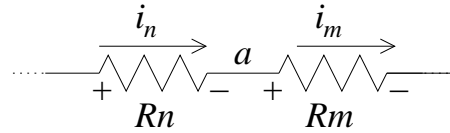

Figura 1.15: Corriente en una rama,  $i_n = i_m$
*Corriente en una rama:* por una misma rama circula una sola corriente. Véase la Figura 1.15 (los dos resistores mostrados decimos que están en *serie*). El nodo  $a$  tiene solamente dos elementos conectados (es una rama). La LCK en el nodo  $a$  resulta en la relación  $i_n - i_m = 0$ , o lo que es lo mismo  $i_n = i_m$ , es decir, la corriente que entra al nodo tiene que ser necesariamente igual a la que sale.